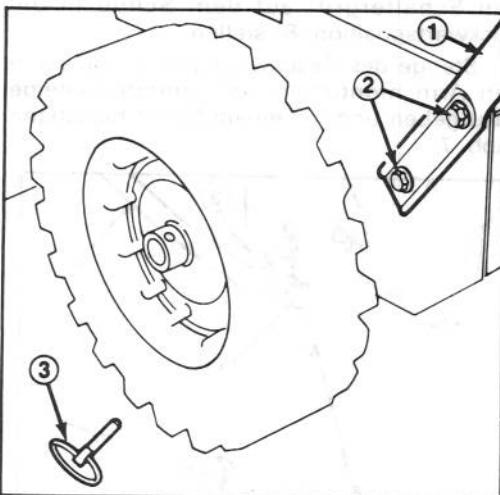

Abbildung 1
2. Den linken Griffholm gegen die Seite der Schneefräse halten, die Montierlöcher des Griffes mit den Löchern auf der Seitenplatte zur Deckung bringen und von Hand mittels zweier Kopfschrauben und Sicherungsscheiben befestigen (Abb. 1). Für die rechte Seite in gleicher Weise vorgehen. Dabei beachten, daß die Griffe auf gleicher Höhe (parallel) sind, bevor sie beidseitig an der Fräse festgezogen werden.